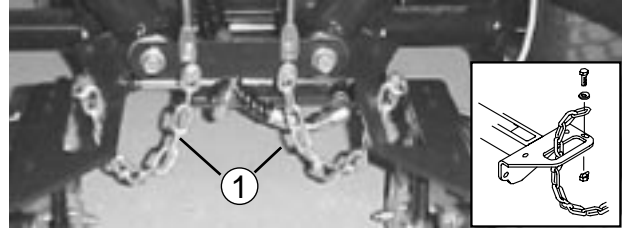

図 21
4. 各キャリア・フレームのスロットにチップper・チェーンを下から上に通し、チェーンをキャリア・フレームの上に固定する（図21；キャップスクリュ、ワッシャ、ロックナットを使用）。